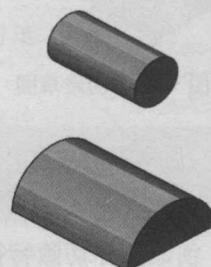

图 1-8 查看结果
**步骤 8 查看结果** 现在有两个单独的实体在此零件中, 如图 1-8 所示。